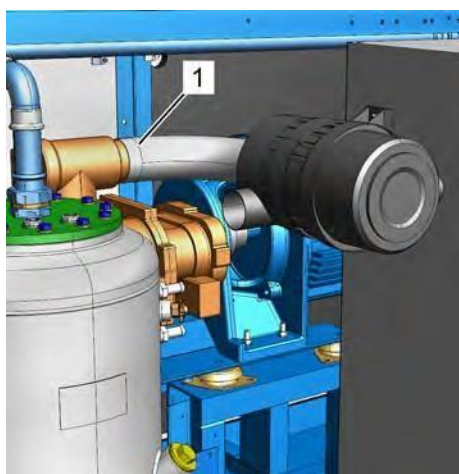

Рис. 36: Резьбовая пробка регулятора впуска
1. Отверните резьбовое соединение на впускном шланге регулятора впуска (Рис. 36/1) и снимите впускной шланг.